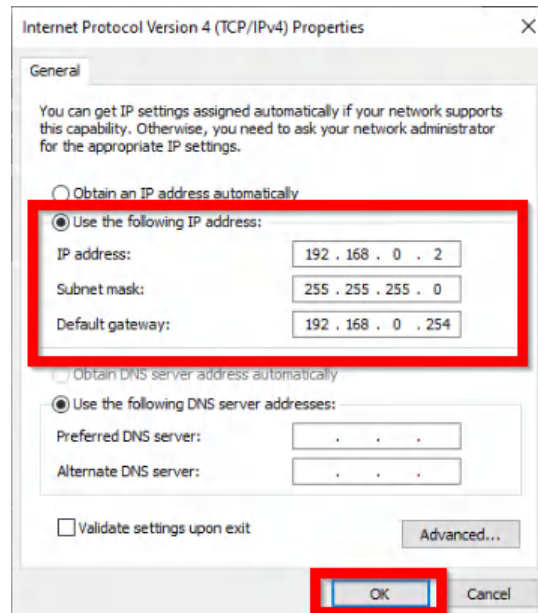

图 A-6. 手动设置 IP 地址
- 在随即打开的窗口中，选择“Use the following IP address”选项，然后填写图 A-6 中所示的字段。填写完相应字段后，点击“OK”，地址将被设置。